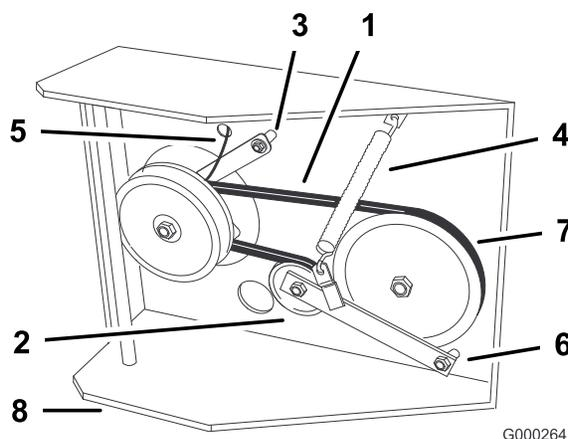

Figure 43
7. Détachez le dispositif de retenue de l'embrayage du plancher moteur (Figure 43).
8. Décrochez le ressort de tension sur le côté du bâti (Figure 43).
11. Serrez le boulon de pivot à un couple de 47 à 54 Nm. Placez le ressort de tension entre le bras de la poulie de tension et la patte du bâti (Figure 43).
12. Reposez le dispositif de retenue de l'embrayage sur le plancher moteur (Figure 43).